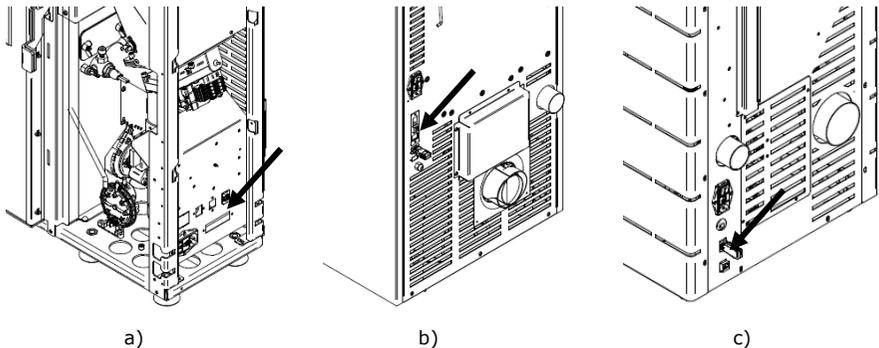
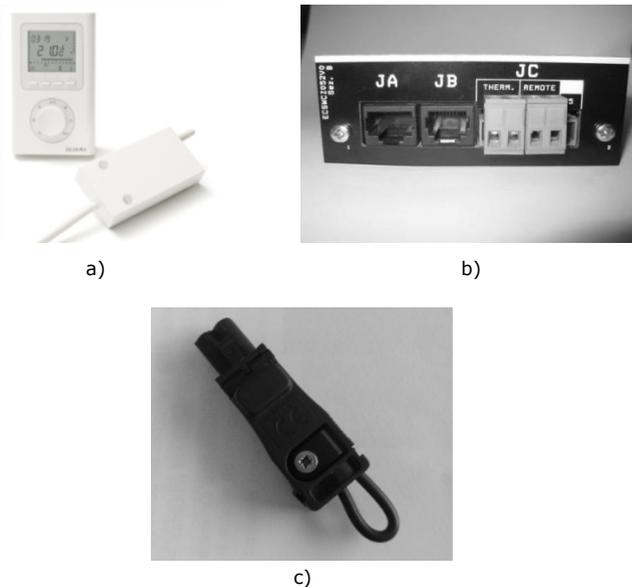

Figura 132 - Local onde é instalado a placa interface
Figura 133 - Comando externo (cronotermostato) e interface de ligação – ambos não incluídos
Para ligar o equipamento a *pellets* remotamente através de um cronotermostato ou termostato deve-se utilizar o interface, Figura 133-b, trata-se de uma placa colocada na lateral direita na salamandra Nevada, Figura 132-a, e na parte posterior na salamandras Everest, Figura 132-b e E100, Figura 132-c.
Nota: o comando externo, por regra, vem acompanhado de manual. Para utilizar o comando externo é necessário ligar os cabos do cronotermostato externo na ficha (Figura 133-c).
- a) Ligue a ficha com a ligação do cronotermostato, Figura 133-c, na grelha posterior, Figura 137;